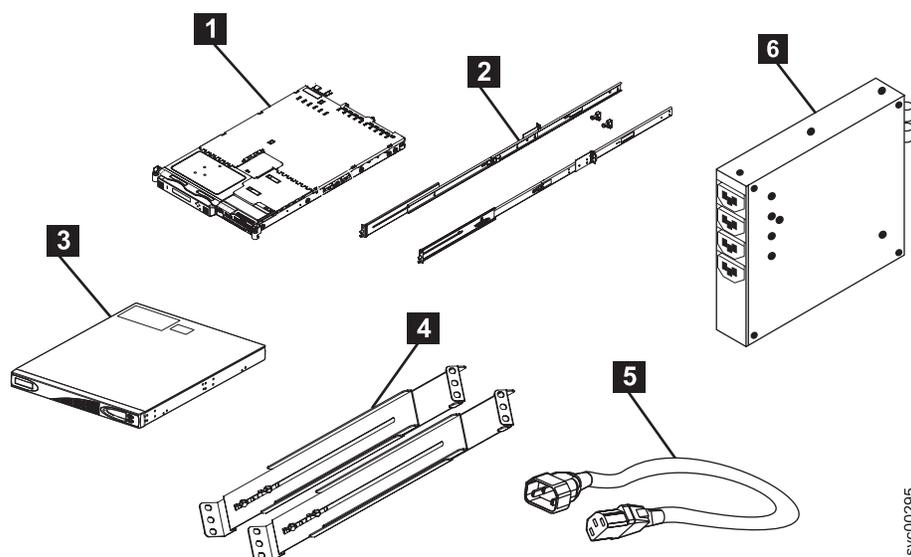

図 20. ラックへの SAN ボリューム・コントローラー・ハードウェアの取り付け用に提供される品目
2. 図 20 に示す部品を参照してすべての部品と数量をチェックし、すべてが揃っていることを確認します。欠落がある場合は、IBM 担当員に連絡してください。